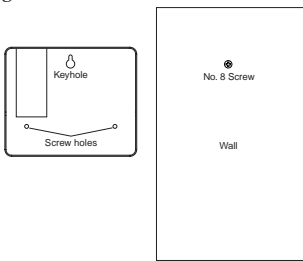

ABBILDUNG 15: Montage einer Zeitschaltuhr im Innenbereich
- Schrauben Sie je eine Schraube der Größe 8 durch die beiden Öffnungen unten am Kasten in die Wand. [siehe Abbildung 15].